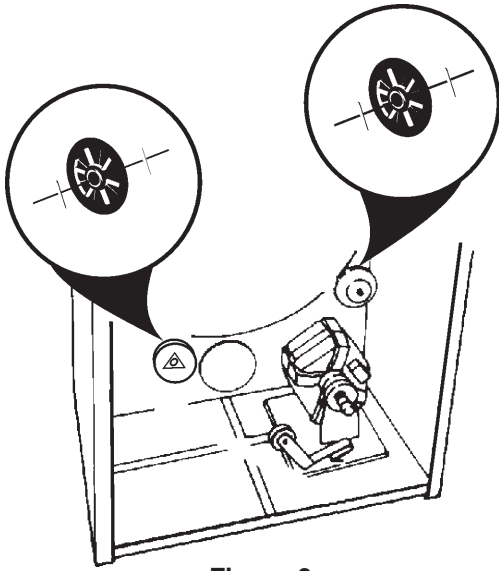

Figure 3
1. Déposer les bagues triangulaires de l'arbre à galets à l'aide d'un tournevis. Déposer les galets et les autres bagues triangulaires. Voir la Figure 3.